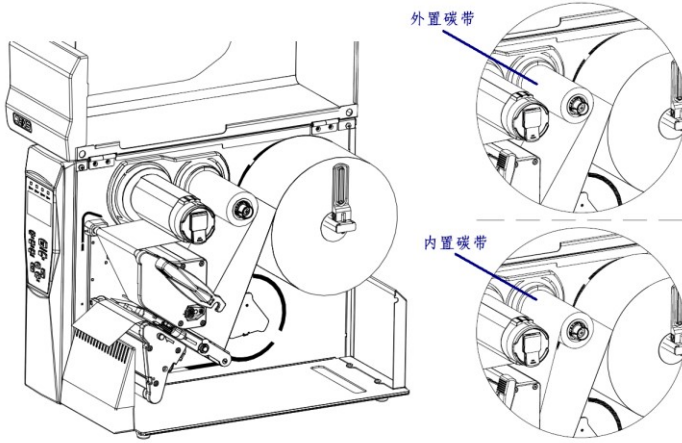

图 2.5.1
- 1) 打开打印机的右侧盖，向后掰动打印头抬起扳手；将其翻转至图示角度（见图 2.5.1）；